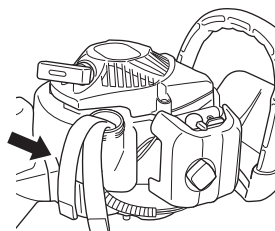

Fig. 15
**Filtro de combustible (Fig. 15)**